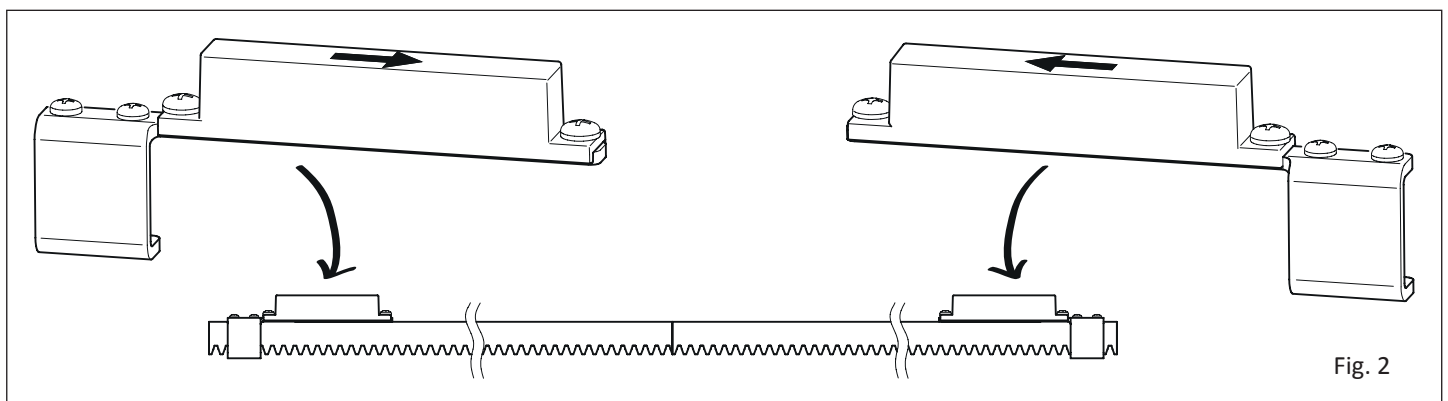

Fig. 2
- Se os fins de curso forem do tipo magnético as setas devem ser dirigidas para o centro da cremalheira (fig. 2).